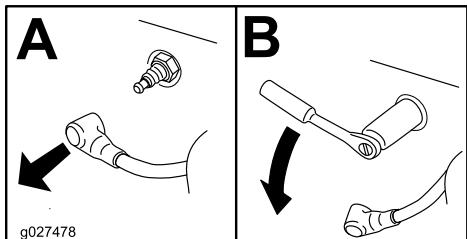

Figure 77
2. Déposez la bougie comme montré à la Figure 77.